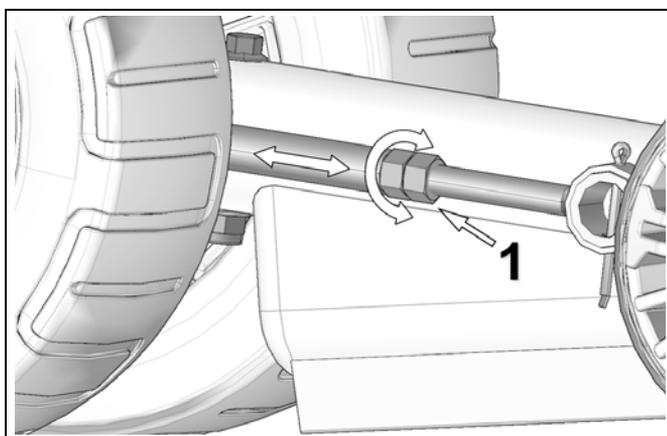

Abbildung 28
Gegenmutter (1) lösen und Einstellmutter zur Einstellung der Kettenspannung drehen. Siehe Abbildung 28.